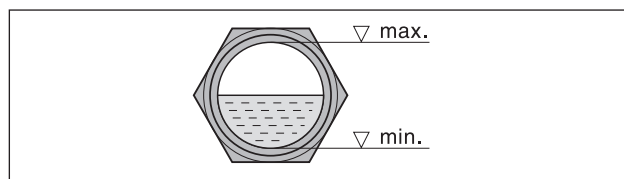

Abb. 4 Ölstand
- Nach evtl. Korrektur der Drehrichtung Motor erneut starten und nach ca. 2 Minuten wieder abstellen, um fehlendes Öl bis zur Oberkante des Schauglases (Abb. 4/I) nachzufüllen. Dieses Nachfüllen an der Einfüllstelle (Abb. 2/H) muss wiederholt werden, bis sich alle Ölleitungen vollständig gefüllt haben. Die Einfüllstelle darf nicht bei laufender Pumpe geöffnet werden.